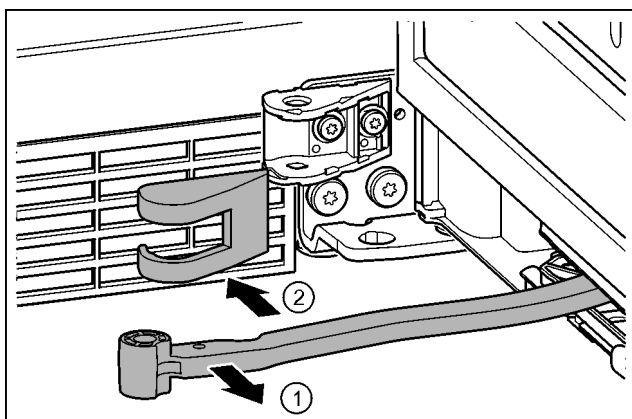

Fig. 16
- Περιστρέψτε την άρθρωση προς την πόρτα. Fig. 16 (1)
- Αφαιρέστε το κάλυμμα του στηρίγματος. Fig. 16 (2)